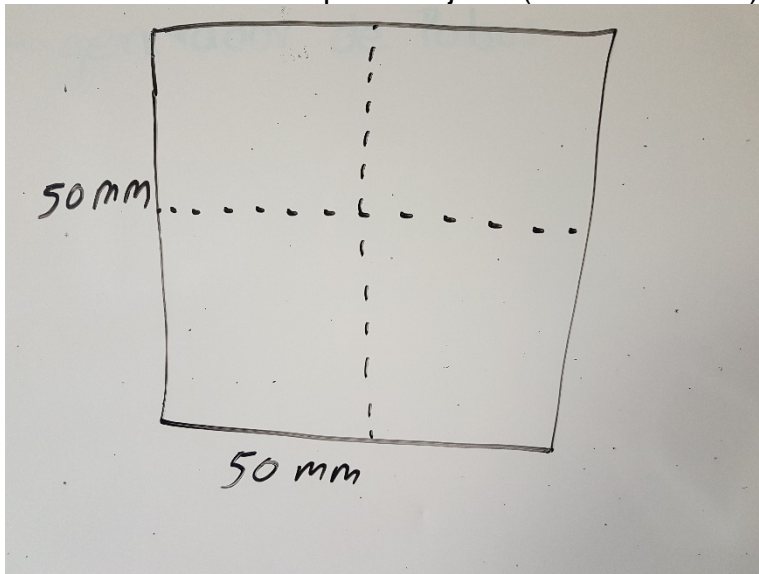

Ilustración 5.19
- b. Como se va a colocar solo el primer punto que se pone en el centro de la cara, se divide los lados entre 2. Quedando $50/2 = 25$ para el lado X y $50/2 = 25$ para el eje Y. (Ilustración 5.19)
- c. Se colocan las líneas guías (ilustración 5.19)